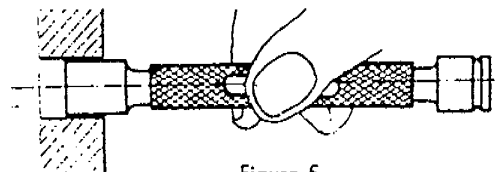
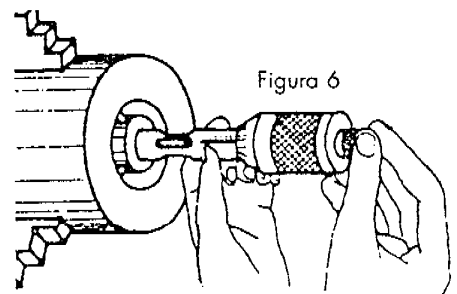

Figura 5
Figura 6
- c. Verifique con un calibrador tampón ( Figura 5 ) o micrómetro ( Figura 6).